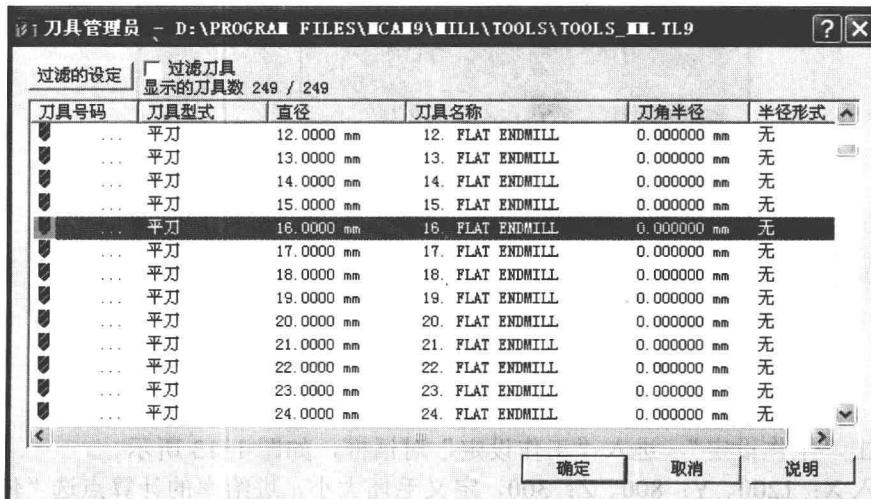

图 1-10 “刀具管理员”对话框
- 2) 系统弹出图 1-10 所示的“刀具管理员”对话框，不勾选“过滤刀具”，选择“平刀”、“直径 16.0000 mm”，单击“确定”。